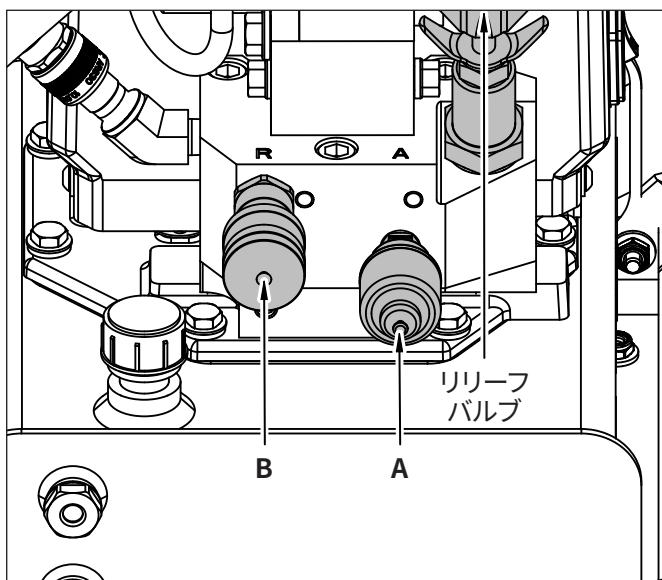

図3: ポンプの出口
1. ロックナットを緩め、リリースバルブを戻して(反時計回りに回して)、意図しない圧力の上昇を防止します。リリースバルブの調整に工具は必要ありません。図3を参照してください。
3. 図3に示すように、ポンプの出口マニホールドにホースを接続します。必ず定格が700 bar [10,000 psi] のホースを使用してください。カブラロックリングを手で締め付けます。
2. ロックナットを緩め、リリーフバルブを戻して、意図しない圧力の上昇を防止します。図3を参照してください。